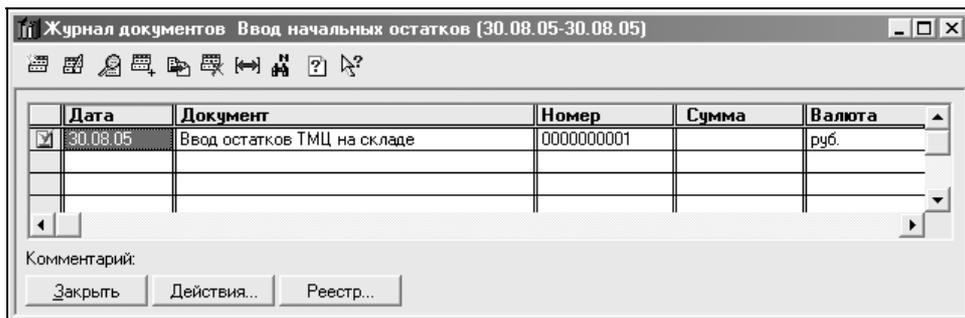

Рис. 6.1. Окно Журнал документов. Ввод начальных остатков
1. В меню **Документы** в группе **Ввод остатков** выберите пункт **Журнал документов ввода остатков** (рис. 6.1).